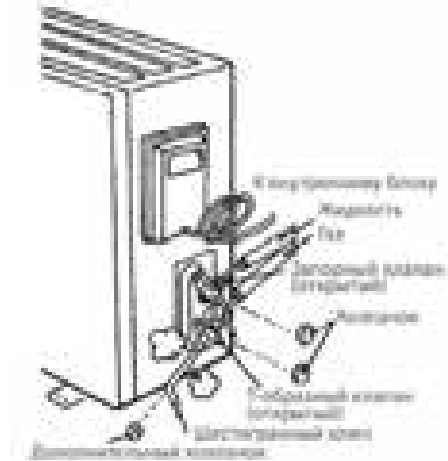

Рис. 13
1. Снимите крышку с запорного клапана и Т-образного клапана (рис. 13).